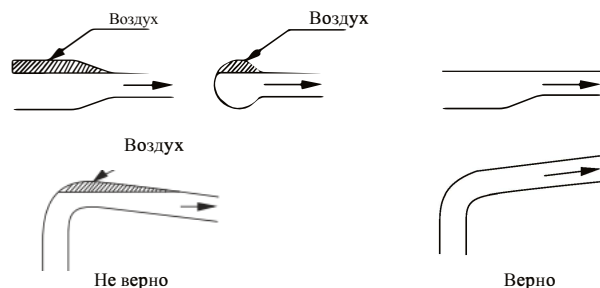

Рис. 1
- При установке труб следует следить за тем, чтобы не возникало воздушных пробок, особенно со стороны всасывания. Смотрите рис. 1.